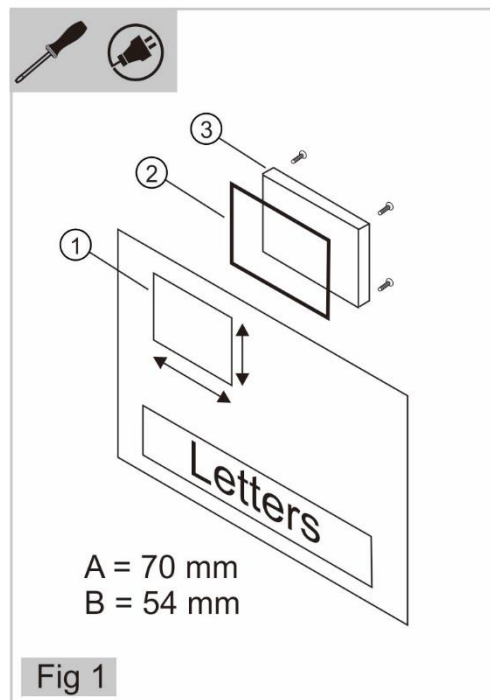

Fig 1
- Cut a hole in the housing, according to Fig1-①. For detailed dimensional drawings are available at www.busch-jaeger.com or by scanning the QR code.
- Stick the sealing Fig1-② onto the backside of the housing.
- Screw on the module Fig1-③.
- Corte un agujero en la carcasa, según se muestra en la Fig1-①. Los esquemas detallados de dimensiones están disponibles en www.busch-jaeger.com o escaneando el código QR.
- Pegue el sellado Fig. 1-② en la parte posterior de la carcasa.
- Atornille en el módulo como se muestra en la Fig1-③.